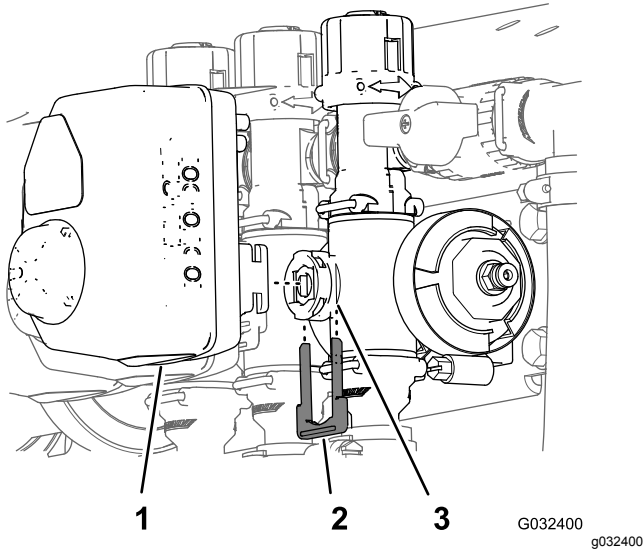

Figura 56
1. Retire a fixação que segura o acionador à válvula do coletor do conjunto da válvula de secção (Figura 56).
2. Retire o acionador da válvula do coletor (Figura 56).